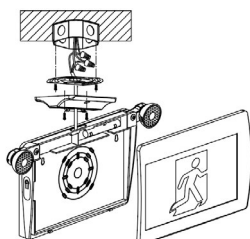

Fig. 8
- Faire passer les fils à travers la plaque de montage de la boîte de jonction, puis fixer la plaque de montage à la boîte de jonction à l'aide de vis (Fig. 8).